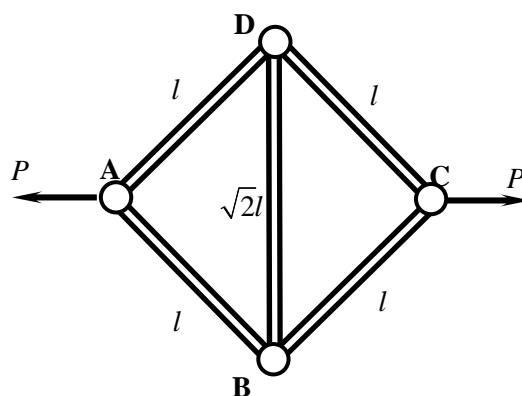

図1
1. 長さ l の部材 ~ 4本と $\sqrt{2}l$ の部材 を使って、各部材を回転自由のピン結合で組み合わせ、図1に示すトラス構造を構成した。部材 は鉛直方向に配置されている。部材のヤング率と断面積は全て同一で、それぞれ E と S である。図に示すように、A点とC点を広げるように荷重 P を水平方向に加える。以下の問いに答えよ。